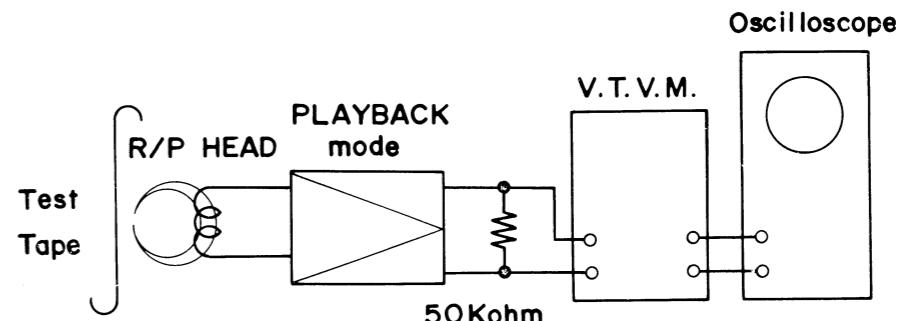

Fig. 28
10. TEST TAPE PLAYBACK FREQUENCY CHARACTERISTIC(Refer to Fig. 28)